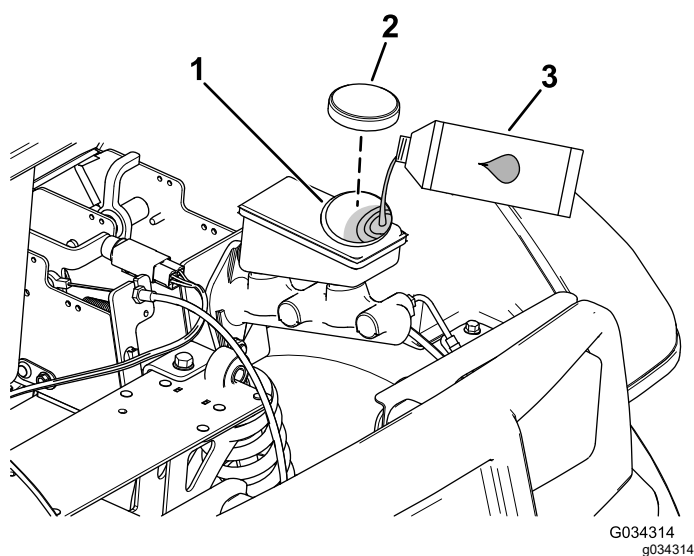

Figura 54
2. Eleve el capó para acceder al cilindro del freno principal y al depósito (Figura 54).
- A. Limpie la zona alrededor del tapón del depósito y retire el tapón (Figura 54).
- C. Coloque el tapón del depósito (Figura 54).